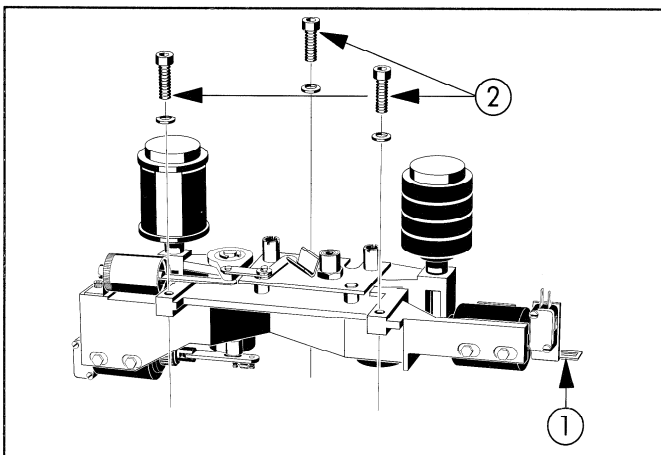

Fig. 6
5. A80-2inch / A800-2inch Andruckrolle (siehe Fig. 6, 7 und 8)